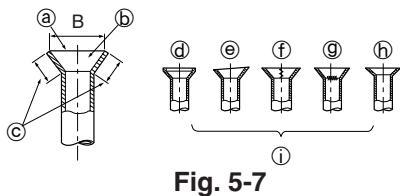
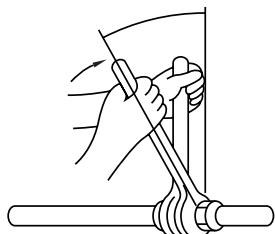

Fig. 5-7
Fig. 5-8
5.2.5. Vérification (Fig. 5-7)
- ④ Lisse tout autour
⑤ L'intérieur brille et n'est pas rayé
⑥ La même longueur partout
⑦ Trop
⑧ Penché
- ⑨ Rayure sur la surface évasée
⑩ Craqué
⑪ Inégal
⑫ Exemples de mauvais spécimens
- Appliquer une fine couche d'huile de réfrigérant sur la surface du siège de conduite. (Fig. 5-8)